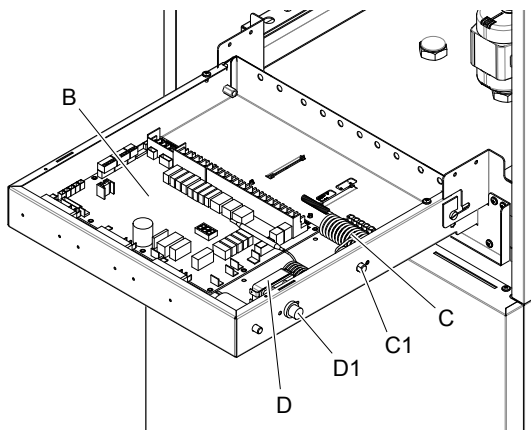

fig. 20 - vedere pe interior a tabloului electric
- B** Placă hidronică electronică (fig. 20)
- C** Protecție termică de siguranță pentru rezistență electrică monofazată, cu buton de resetare manuală (det. C1 fig. 20)
- D** Protecție termică de siguranță pentru rezistență electrică trifazată, cu buton de resetare manuală (det. D1 fig. 20)